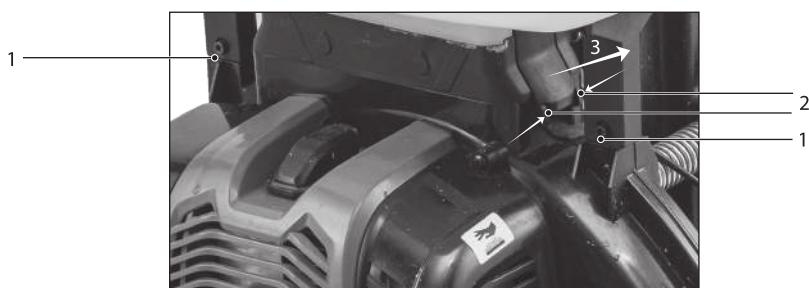

Рис. 9
3. Открутите два винта 1 (рис. 9) с помощью инструмента из комплекта. Аккуратно нажмите на оба лепестка 2 фиксатора и потяните в направлении 3 для открытия замка. Проделайте те же действия с фиксатором на противоположной стороне.